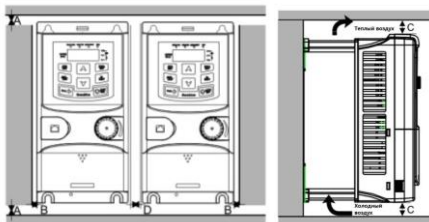

Рис. 3-3. Параллельная установка нескольких ПЧ
- (1) Отметьте отверстия перед установкой. Разметка отверстий указана на рис. 3-3.
- (2) Установите винты или болты в отмеченные отверстия.
- (3) Установите ПЧ на стену.
- (4) Надежно затяните винты в стене.
Преобразователи частоты оснащены клеммами для подключения к цепи постоянного тока, внешнего тормозного модуля или DC-дросселя (см. Рис. 3-3).